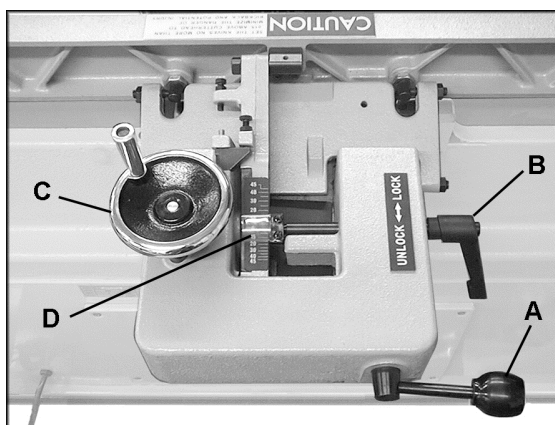
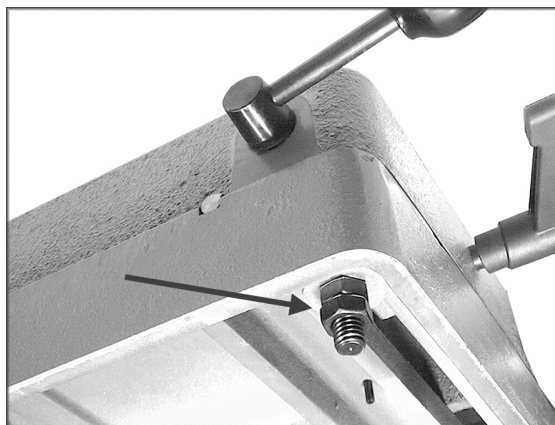

Рис. 14
Рис. 15
1. Ослабьте ручку фиксации (А, Рис. 14).
2. Сдвиньте весь узел упора в нужное положение и затяните ручку фиксации (А, Рис. 14). В передней части упора установлен пластмассовый буфер для защиты поверхности стола от царапин при перемещении упора.
ПРИМЕЧАНИЕ: если ручка фиксации (А, Рис. 14) расположена неудобно, то ее положение можно отрегулировать. Ослабьте две шестигранные гайки под кронштейном упора (Рис. 15). Установите ручку в нужное положение и снова затяните шестигранные гайки. Не перетягивайте их, так как это может затруднить перемещение упора по кронштейну.
1. Ослабьте зажимную рукоятку (В, Рис. 14).
2. Поворачивайте маховик (С, Рис. 14), чтобы выставить по шкале (D, Рис. 14)
нужный угол наклона. Либо можно положить на стол скошенную заготовку вплотную к упору и поворачивать маховик (С, Рис. 14), пока угол наклона упора не будет равен углу скоса заготовки.
3. Затяните зажимную рукоятку (В, Рис. 14).
Чтобы снять узел упора со станка, открутите две шестигранные гайки с одной плоской шайбой, с помощью которых упор закреплен на кронштейне (см. Рис. 15). Поднимите упор вертикально вверх и снимите со станка.